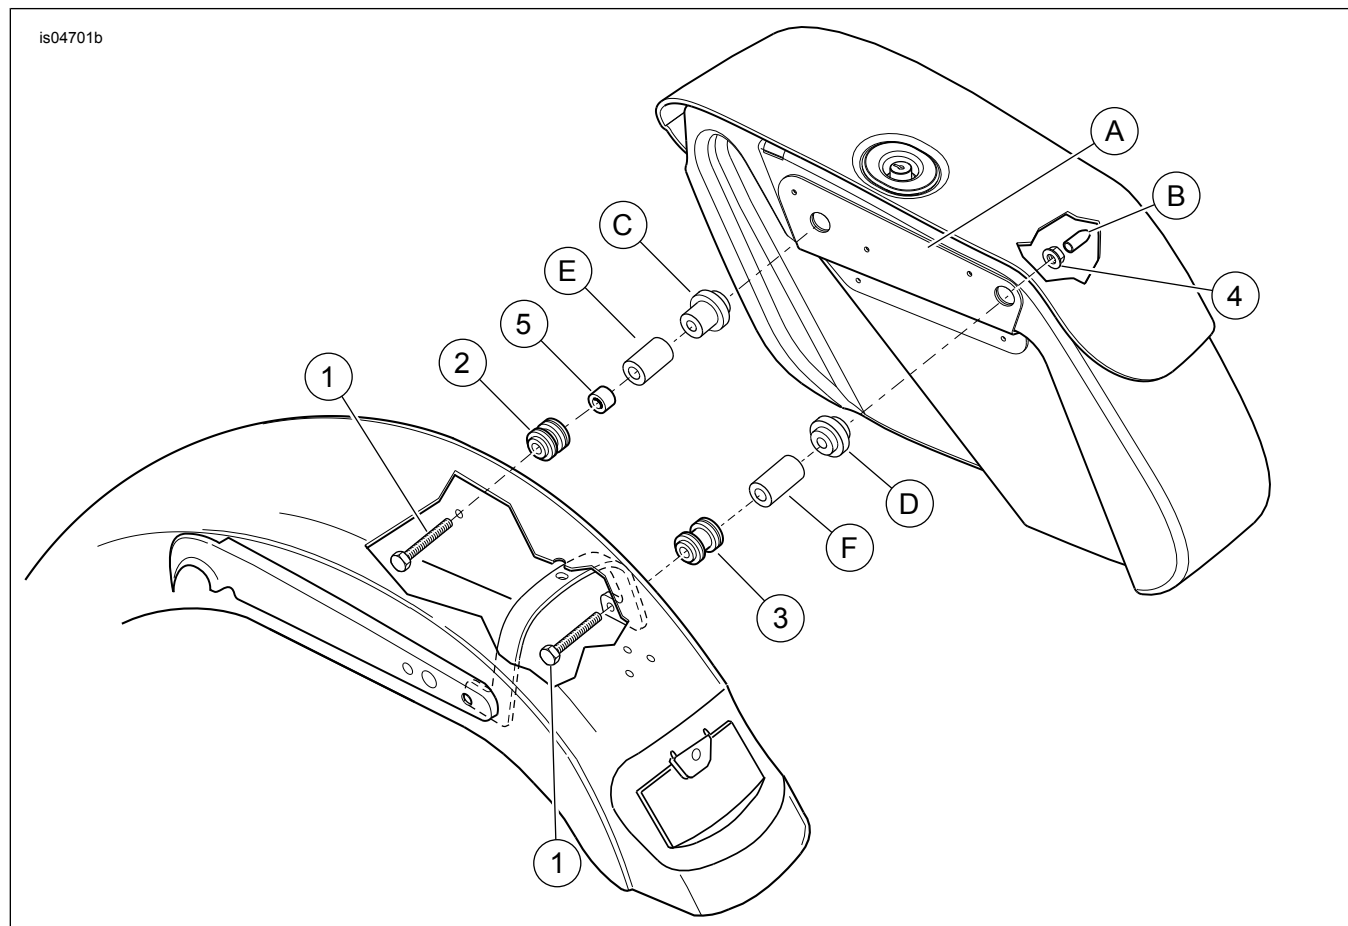

Figura 2. Parti di ricambio: Bulloneria di ancoraggio, Sportster con borse
Vedere Figura 2 e Tabella 1.
1. **Per kit borse 88312-07 e 90201325:** Vedere Figura 2. Prendere dal kit un punto di ancoraggio anteriore (2), la vite (1) e il distanziale (F). Prendere nota del collare con diametro ridotto su un'estremità del punto di ancoraggio. Dal lato inferiore del parafango, inserire la vite nel parafango facendola passare attraverso il foro anteriore e attraverso il sostegno e il coperchio del parafango. Collocare il punto di ancoraggio sulle filettature, partendo dall'estremità del collare. Posizionare il distanziale del punto di ancoraggio anteriore sulle filettature come mostrato. **Per kit borse 90201321:** Vedere Figura 2. Prendere dal kit un punto di ancoraggio anteriore (2), la vite (1) e il distanziale (C). Prendere nota del collare con diametro ridotto su un'estremità del punto di ancoraggio. Dal lato inferiore del parafango, inserire la vite nel parafango facendola passare attraverso il foro anteriore e attraverso il sostegno e il coperchio del parafango. Collocare il punto di ancoraggio sulle filettature, partendo dall'estremità del collare. Posizionare il distanziale del punto di ancoraggio anteriore sulle filettature come illustrato, con l'estremità corta rivolta verso l'esterno.
2. **Per tutti gli altri kit borse:** Vedere Figura 2. Prendere dal kit un punto di ancoraggio anteriore (2), la vite (1) e il distanziale (5). Prendere nota del collare con diametro ridotto su un'estremità del punto di ancoraggio. Dal lato inferiore del parafango, inserire la vite nel parafango facendola passare attraverso il foro anteriore e attraverso il sostegno e il coperchio del parafango. Collocare il punto di ancoraggio sulle filettature, partendo dall'estremità del collare. Posizionare il distanziale sulle filettature. Posizionare il distanziale del punto di ancoraggio anteriore (5) sulle filettature come illustrato in figura, con l'estremità corta rivolta verso l'esterno.